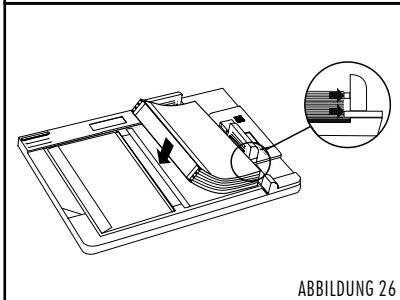

ABBILDUNG 26
3. Platzieren Sie den Papierblock so auf dem Hardcover™ Umschlag, dass er bündig mit der transparenten Anlagevorrichtung abschließt. Drücken Sie nun den Papierblock an der linken Seite fest nach unten, damit er durch den schmalen Klebestreifen fixiert wird (siehe Abbildung 26). Ihr Buch befindet sich somit mittig auf dem Hardcover™ Umschlag.